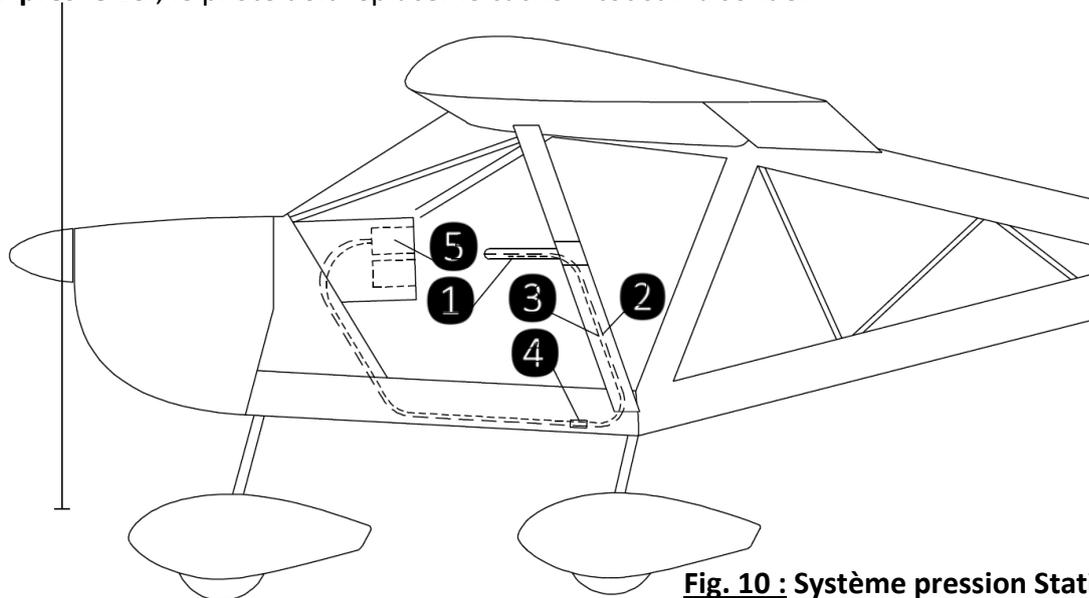

Fig. 10 : Système pression Statique et Totale.
Le système se compose d'une sonde (1) et de durites totale (2) et statique (3) reliées aux instruments (5) (voir Fig. 10).